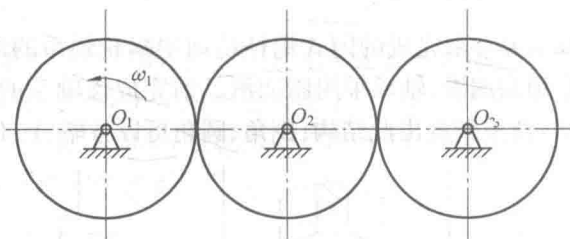

图1
2. 某齿轮传动装置如图 1 所示,齿轮 1 为主动轮,则齿轮 2 的齿面接触应力按照_____变化。